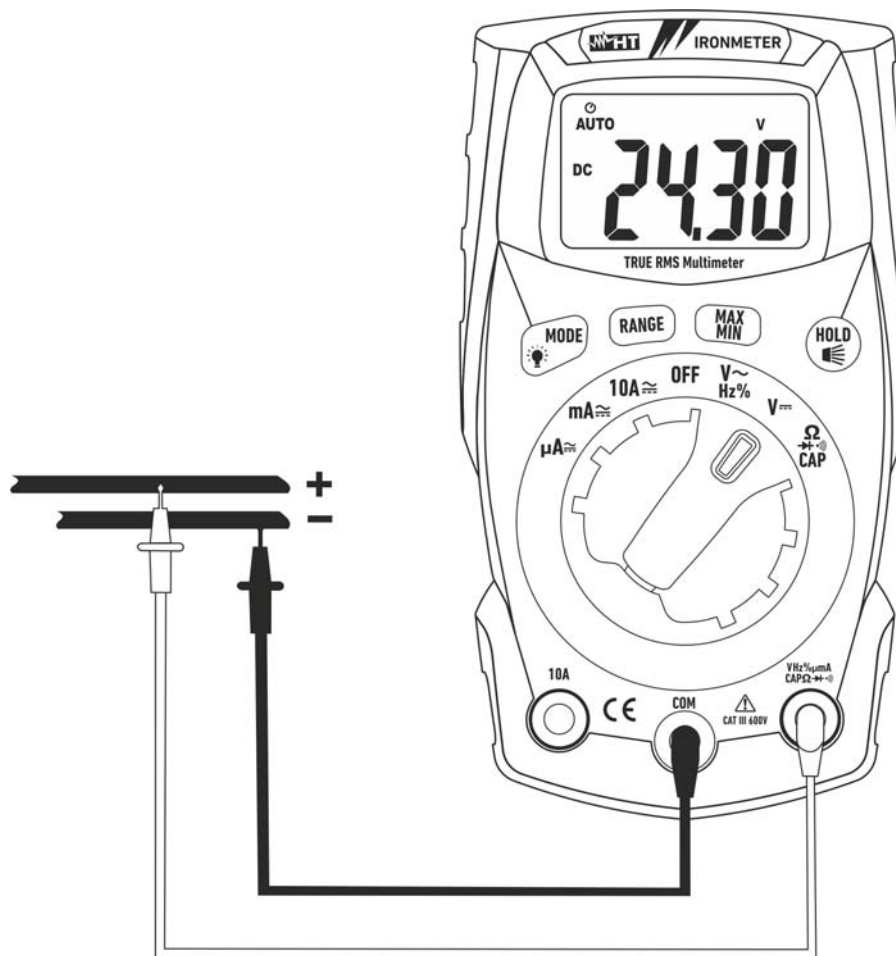

Abb. 3: Verwendung des Gerätes für Gleichspannungsmessung
3. Verbinden Sie die rote Messleitung und die schwarze Messleitung mit dem jeweils positiven und negativen Potenzial des zu messenden Kreises (siehe Abb. 3). Der Spannungswert erscheint auf dem Display.
5. Das Symbol "**-**" auf dem Display des Gerätes gibt an, dass die Spannung die umgekehrte Richtung mit Bezug auf den Anschluss in Abb. 3 hat.